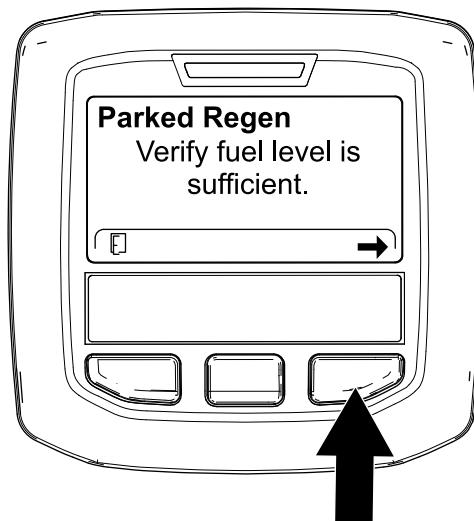

Figura 44
2. Nella schermata VERIFY FUEL LEVEL verificate che, se state eseguendo una rigenerazione parcheggiata, il serbatoio sia pieno di carburante per 1/4 della sua capacità e, se state eseguendo una rigenerazione di recupero, sia pieno di carburante per la metà della sua capacità, quindi premete il pulsante destro per continuare (Figura 44).